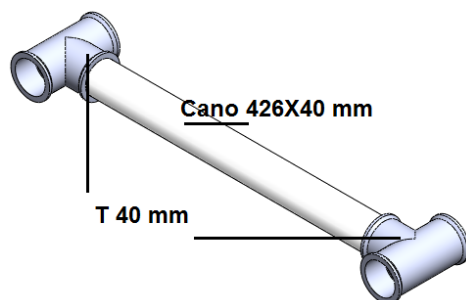

Figura 25. Montagem dos módulos – Módulo 5 – Passo 1
- Passo 1: Junte o cano de 426X40 mm e as 2 conexões “T 40 mm”, como mostrado na figura 25 (1 unidade);